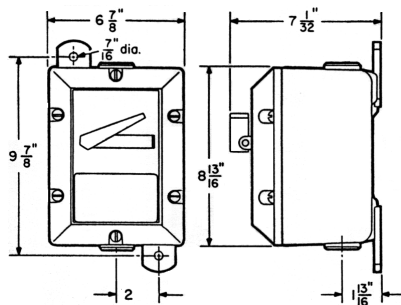

Figure 1 - Dimensions
1. Sélectionner un point de montage offrant une résistance et une rigidité adéquates pour supporter tous les câbles et dispositifs de commande. La Figure 1 indique les dimensions pour le montage des boîtiers de la série EMN. Percer deux trous de 7/16 po pour le montage.